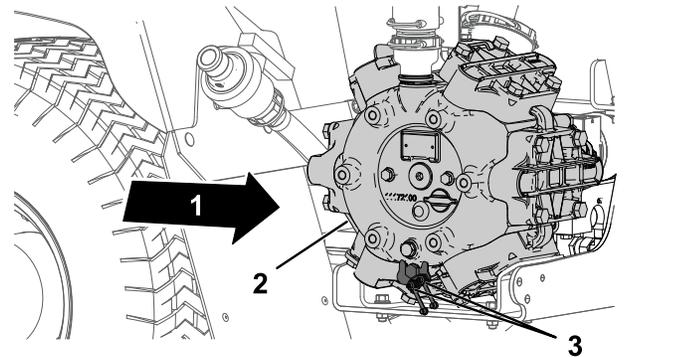

Figura 62
1. Limpe os 2 bocais de lubrificação remotos (Figura 62).
2. Introduza o lubrificante no bocal de lubrificação remoto (Figura 62).